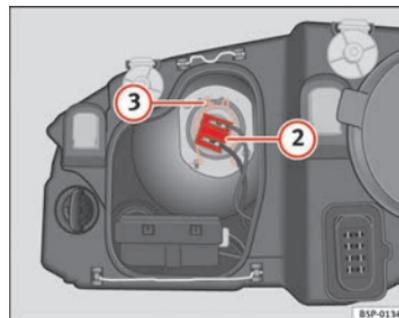

Fig. 167 Luz de cruce
- Extraiga el conector ⇒ página 269, fig. 167 ② de la lámpara.
- Desenganche el resorte retentor ⇒ página 269, fig. 167 ③ presionándolo hacia dentro y a la derecha.